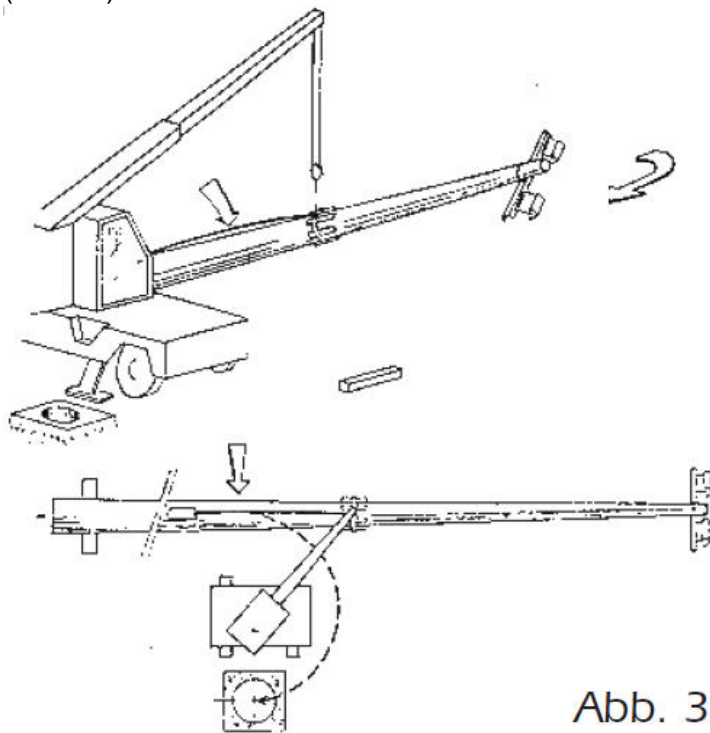

Abb. 3
Sollte dieses nicht möglich sein, empfiehlt es sich, einen genügend großen Abstand zum Fundament einzuhalten, so daß der Kran zwischen diesem und dem Mast aufgestellt werden kann. (Abb. 3)
- zwischen dem Fundament und dem Mast (Abb. 3).